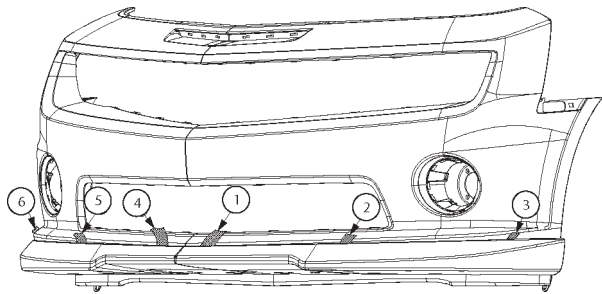

FIGURA 37
14. Necesitará 2 personas para desinstalar las lengüetas de cinta adhesiva. Limpie después de retirar cada una de las lengüetas de cinta adhesiva, presionando firmemente (15 Lbs.) contra el revestimiento. Consulte la figura 37.